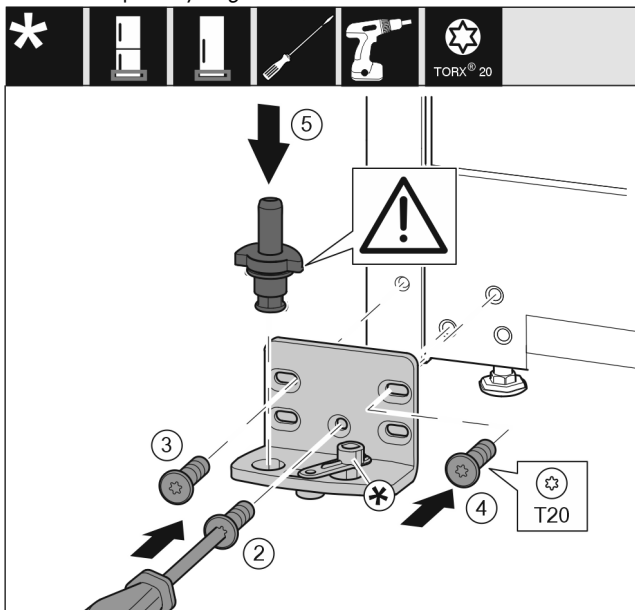

Fig. 36
- ▶ Установите опорный кронштейн с другой стороны и прикрутите с помощью отвертки T20. Начинайте с винта 2 снизу в центре. Fig. 36 (2)
- ▶ Затяните винты 3 и 4. Fig. 36 (3,4)
- ▶ Установите опорный палец в сборе. При этом следите за тем, чтобы выступ фиксатора был направлен назад. Fig. 36 (5)
- ▶ Установите опорный кронштейн с другой стороны и прикрутите с помощью отвертки T20. Начинайте с винта 2 снизу в центре. (2)\*
- ▶ Поверните соединительный элемент амортизатора закрывания дверей на 180°. Прикрутите с другой стороны опорного кронштейна при помощи отвертки T20. (5)\*
- ▶ Установите опорный палец в сборе. При этом следите за тем, чтобы выступ фиксатора был направлен назад. (6)\*